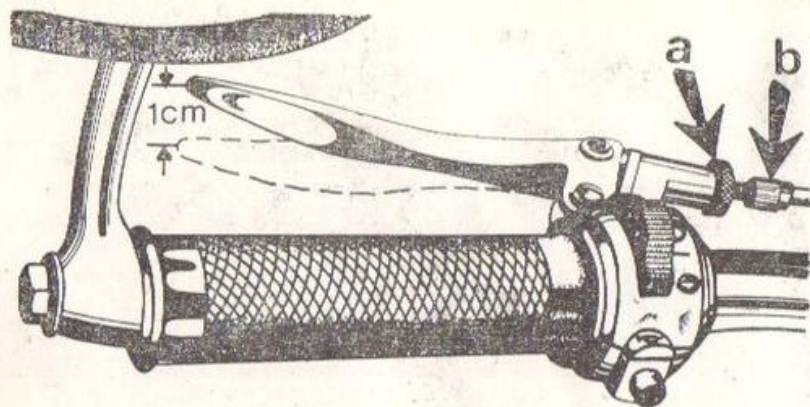

Fig. 26
Maneta ambreiajului trebuie să aibă o cursă liberă de 1 cm (fig. 26).
3. Slăbiți piulița „a” (fig. 26) și reglați șurubul „b” pînă cînd maneta va avea cursa liberă de 1 cm. Operațiile de la pct. 1 și 2 se execută